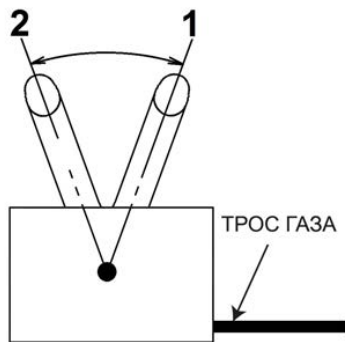

Рис. 16 Положения рычага газа
- Переведите рычаг газа 5 (Рис. 1) на 1/3 хода в сторону положения максимальных оборотов двигателя (Рис. 16).
рычаг газа в положение 2 холостых оборотов двигателя (Рис. 16) и дайте двигателю поработать примерно 1 минуту.
Для изменения скорости движения мотоблока на каждой передаче пользуйтесь рычагом газа (Рис. 16).